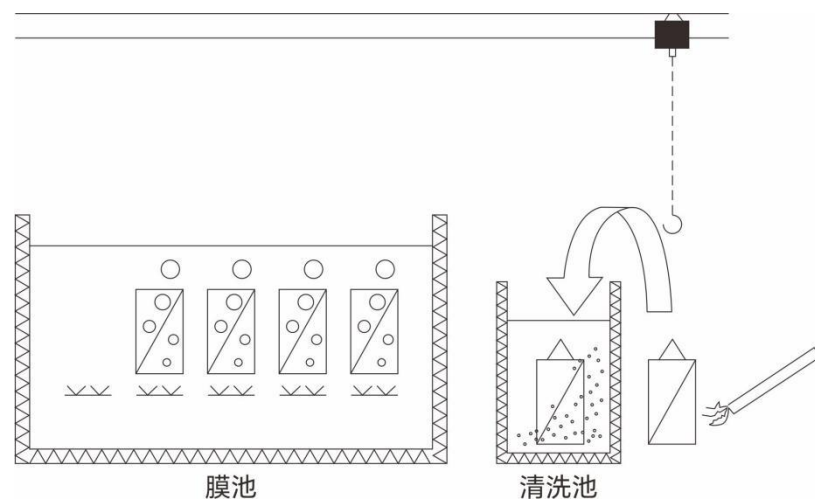

图4-12
4)如图4-12所示，将冲洗干净的膜组器吊入已配制清洗液的清洗池中进行化学清洗；